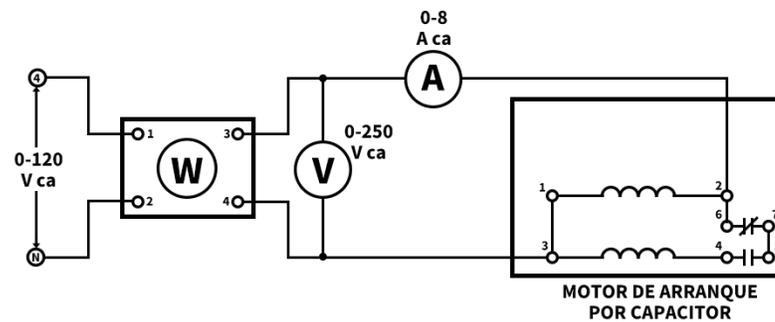

Figura 8-4
6. Conecte. el circuito de la Figura 8-4 utilizando los **Módulos EMS de vatímetro, electrodinamómetro y medición de ca.**